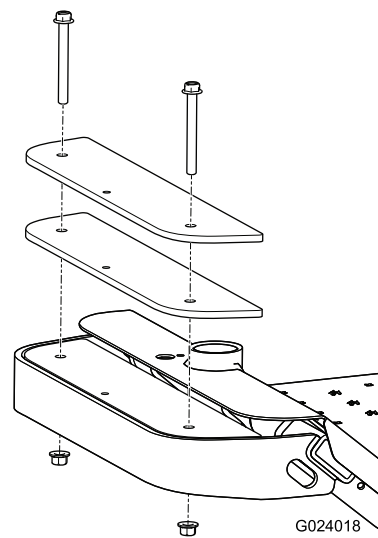

Figure 6
1. Retirez les 2 boulons et les 2 écrous qui fixent les masses existantes à l'avant de la machine (Figure 6).